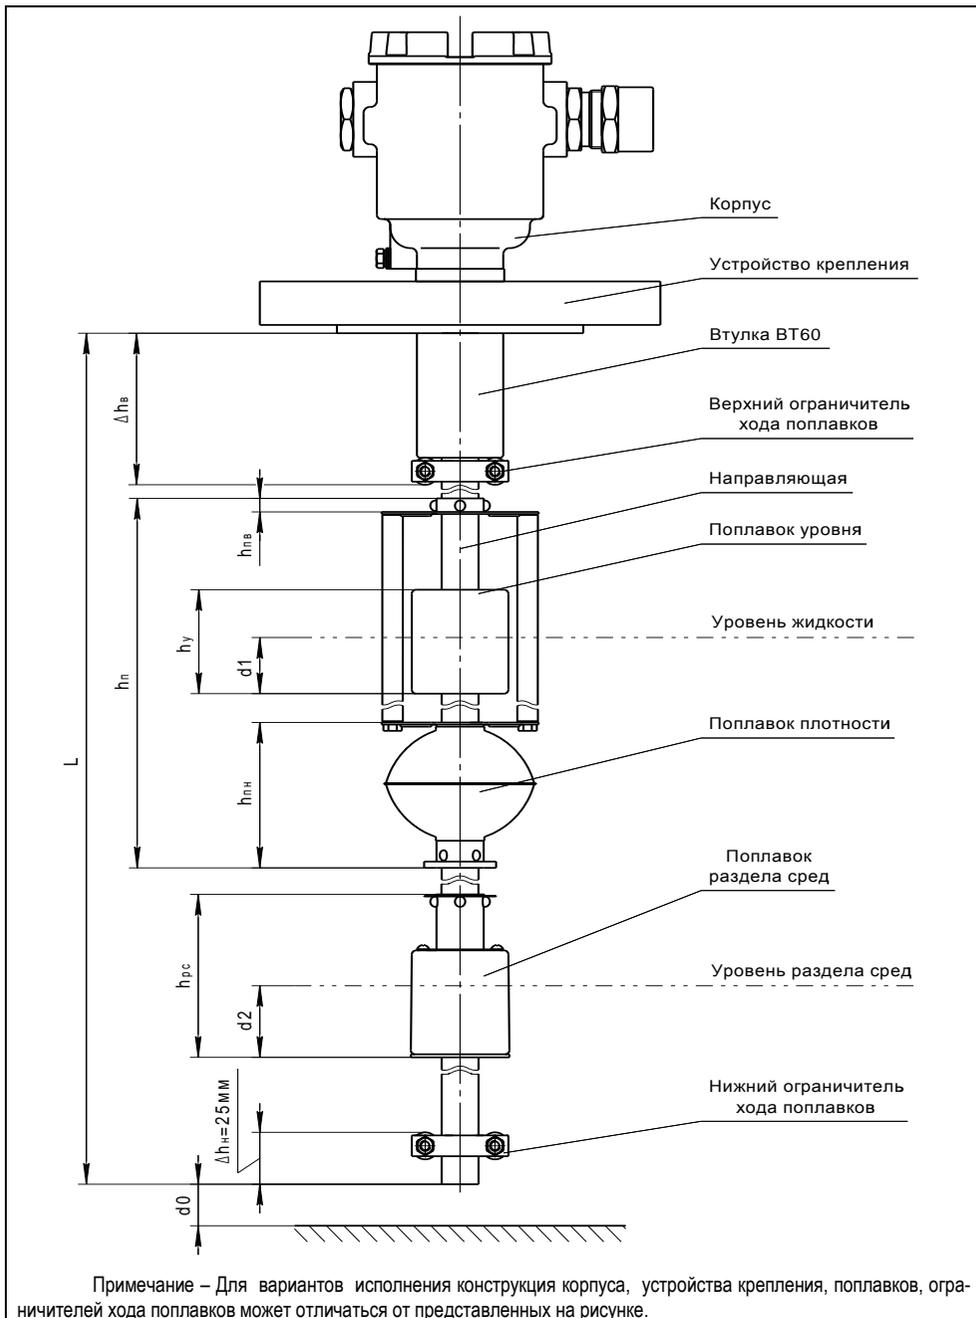

Рисунок 1
1.2.1 Длина направляющей L (см. рисунок 1, 1.4.5) определяется заказом в пределах от 500 до 3000 мм.
1.4.1 Преобразователь (см. рисунок 1) состоит из корпуса, соединённого с направляющей, на которой устанавливаются: устройство крепления, поплавки уровня, плотности, раздела сред и ограничитель хода поплавков.